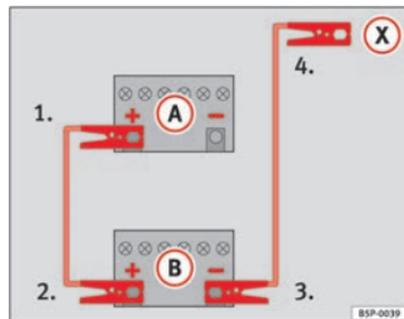

Fig. 230 Schema per il collegamento dei cavi per l'avviamento di emergenza
Nella ⇒ fig. 230 **A** indica la batteria scarica, e **B** la batteria carica.
1. Collegare un'estremità del cavo rosso al polo positivo ⇒ fig. 230 **+** del veicolo con la batteria scarica ⇒ **!**